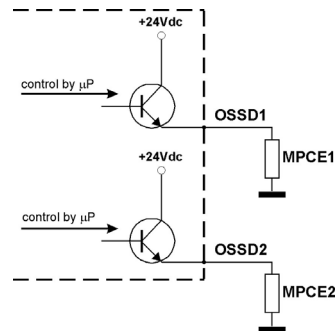
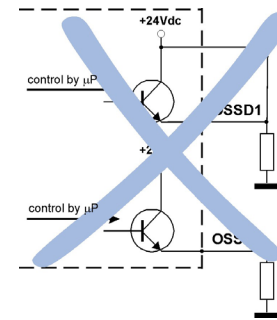

Abb. 14
Abb. 15
- Die Sicherheitsausgänge OSSD1 und OSSD2 dürfen in keinem Fall in Reihe oder Parallel geschaltet werden (Abb. 15, 16, 17), sondern sind beide einzeln wie in Abb.14 gezeigt zu verwenden. Sollte irrtümlicherweise eine dieser beiden Konfigurationen verwendet werden, führt dies zu einer Betriebsstörung (s. Kap.7 "Diagnosefunktionen").